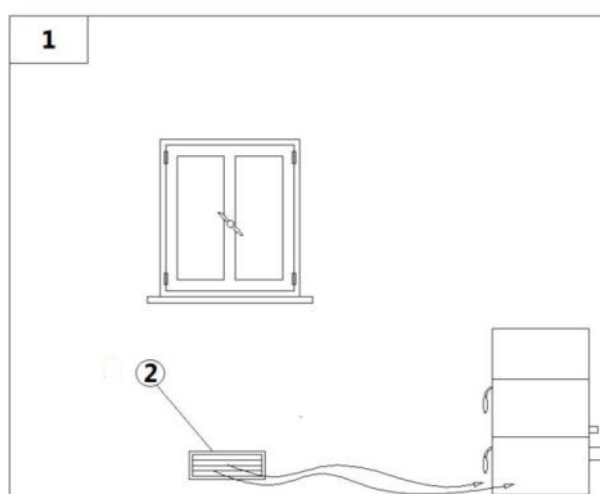

Fig. 6 - Afflusso d'aria diretta
LEGENDA Fig. 6 a pag. 9
- L'afflusso dell'aria tra l'esterno ed il locale può avvenire per via diretta, tramite apertura su parete esterna del locale (vedi **Fig. 6 a pag. 9**).